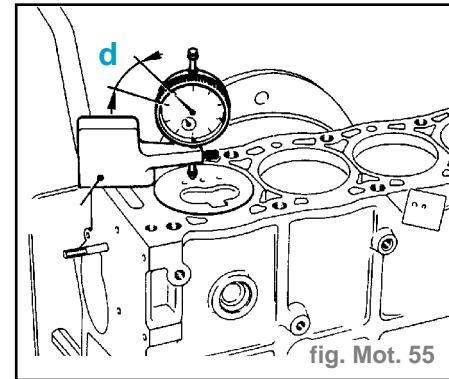

fig. Mot. 55
- Monter le comparateur sur le support et l' étailler sur un marbre (fig. Mot. 55).
- Relever le dépassement maxi (d) (fig. Mot. 55).